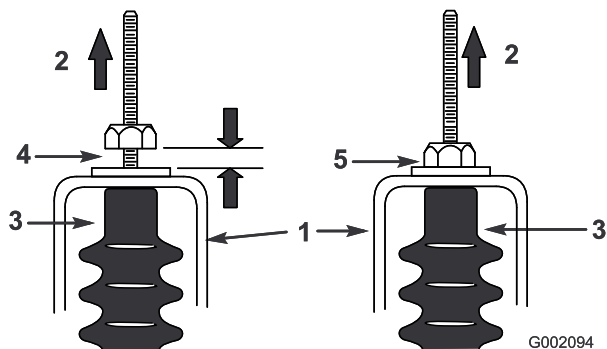

Figure 68
5. Tirez sur chaque câble de sélection et vérifiez qu'un espace de 0,76 à 1,52 mm existe entre l'écrou/la rondelle et la patte de réglage du point mort (Figure 68).